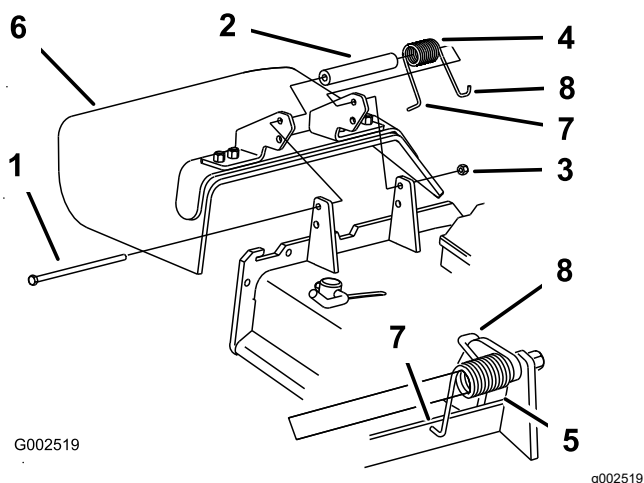

Figure 16
1. Enlevez la goulotte d'éjection latérale du plateau de coupe (Figure 16).